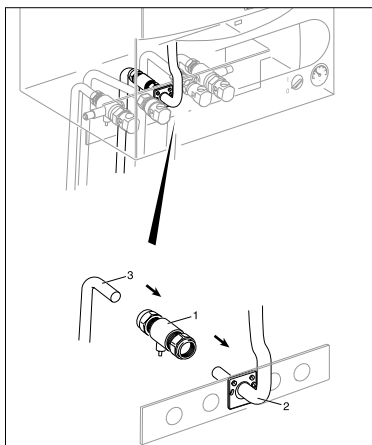

图 7.9 燃气管道连接
- 用一字螺丝刀将面板左右两个螺丝 (1) 逆时针旋转 90 度，即可松开面板 (2)。
- 将外壳 (3) 底部向前拉，使其脱离底板上的两个固定夹。
7.7 燃气管道的连接(参见图 7.9)